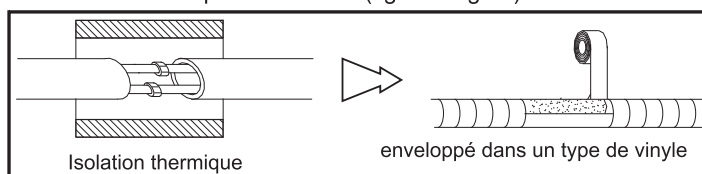
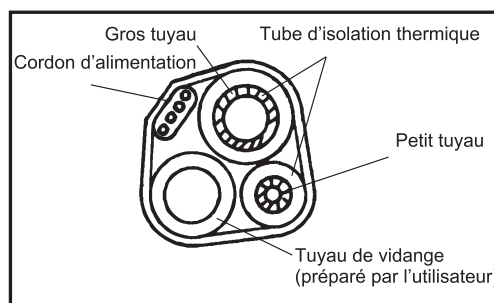

Fig. 15
Fig. 17
7) Après raccordement des tuyaux comme nécessaire, installez le tuyau de vidange. Connectez ensuite les cordons d'alimentation. Après connexion, enveloppez ensemble la tuyauterie, les cordons et le tuyau de vidange avec des matériaux thermiques d'isolation (fig.15 à fig.17).